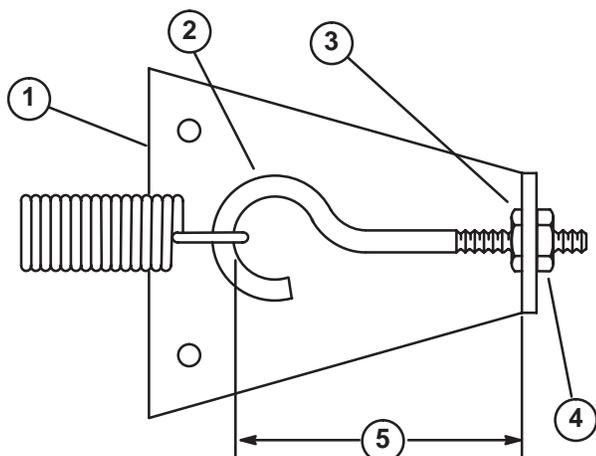

Figura 65
4. Gire en el sentido de las agujas del reloj hasta que la distancia entre el interior del ojal del perno y el interior de la chapa de anclaje del muelle quede acortada en 3 mm, según muestra la Figura 65. Apriete la tuerca hexagonal.